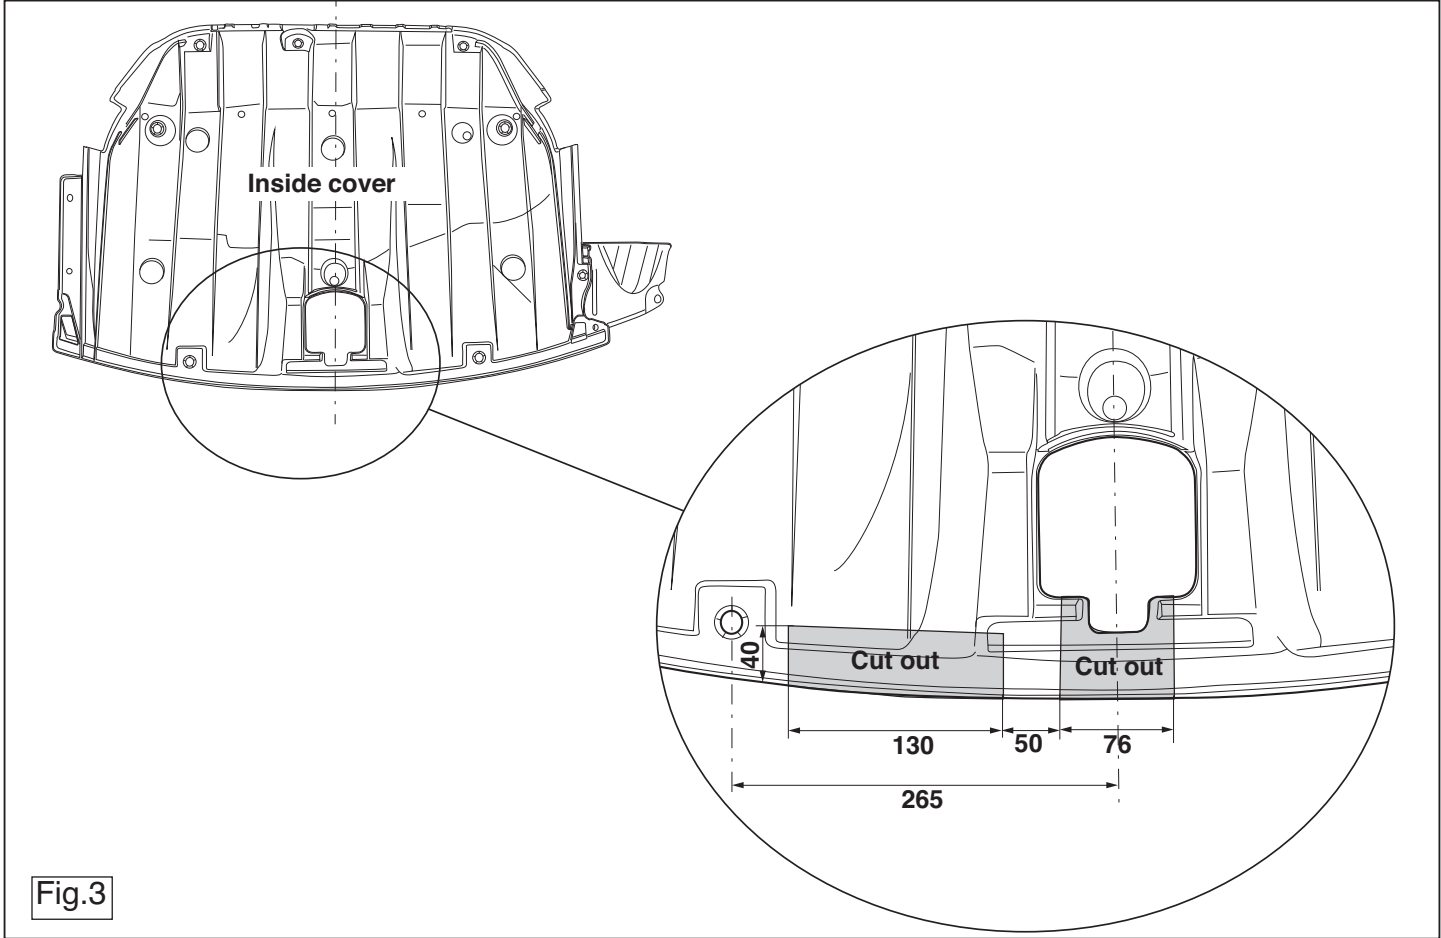

Fig.3
5. Выпилить обозначенные часть, как указано на рис. 3.